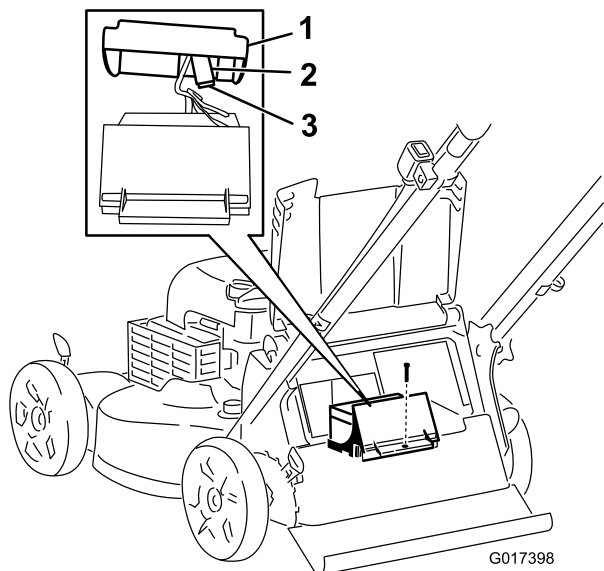

Figure 25
3. Enlevez la vis de fixation du logement de la batterie, sortez la batterie et localisez le fusible (Figure 25).
4. Remplacez le fusible dans le porte-fusible (Figure 25).